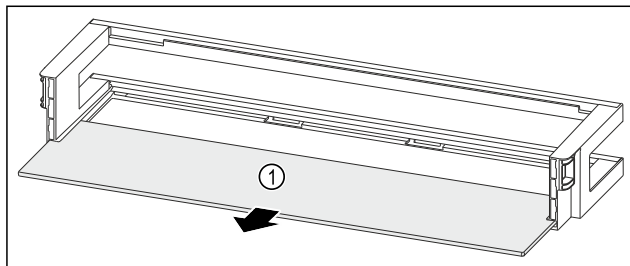

Fig. 185 Balconnet de contre-porte avec tablette de rangement
- Retirer la tablette de rangement Fig. 185 (1).